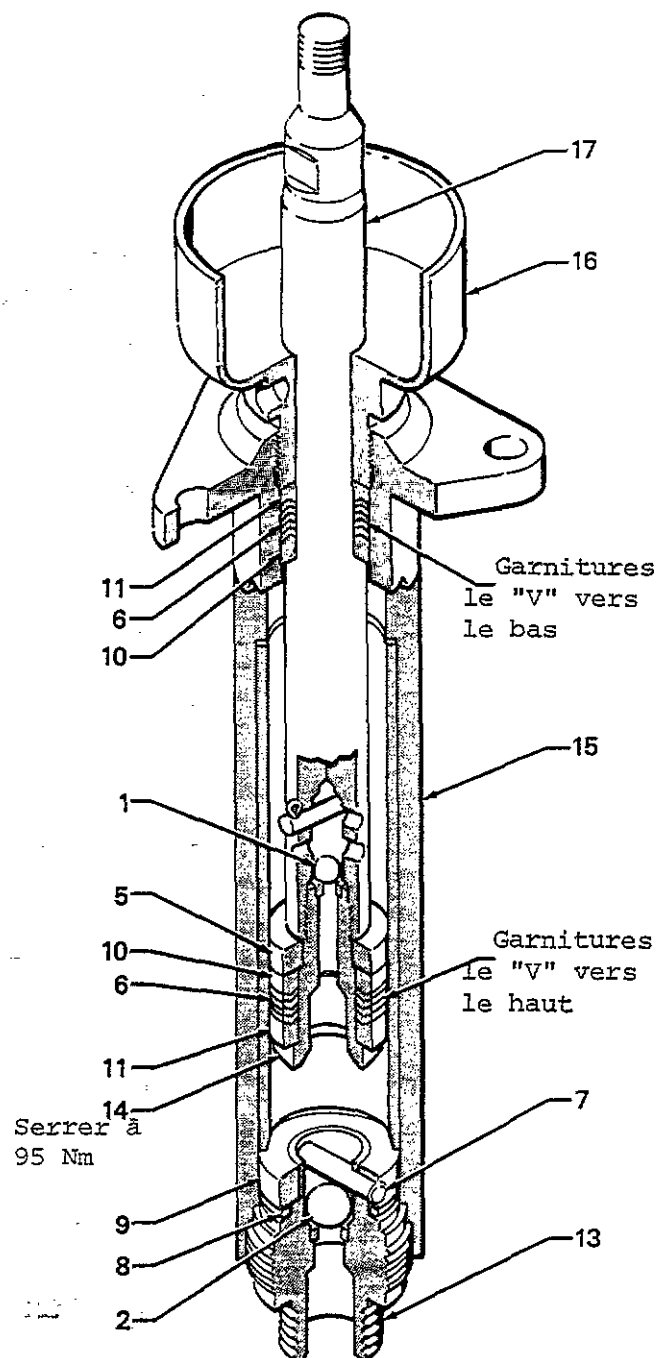

Fig 2
Desserrer le corps du clapet de pied (13) du cylindre (15). Si le clapet est collé, injecter quelques gouttes d'huile sur les filetages, puis tapoter tout autour du clapet à l'aide d'un petit marteau pour le décoller. Voir Fig 2. Retirer la goupille (7), la bille (2), l'arrêtoir (9) et le joint torique (8).
Lorsque l'on re-assemble le piston, veiller à ce que l'ordre dans lequel sont montés les chapeaux et les garnitures soit respecté. Voir Fig 2. Le "V" des garnitures doit être dirigé vers le haut.